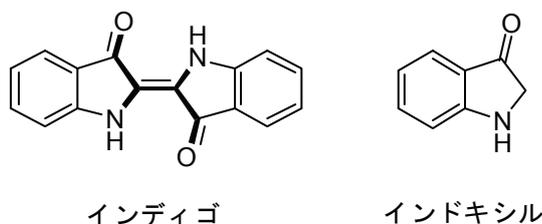
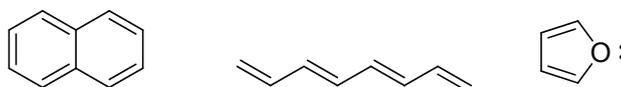
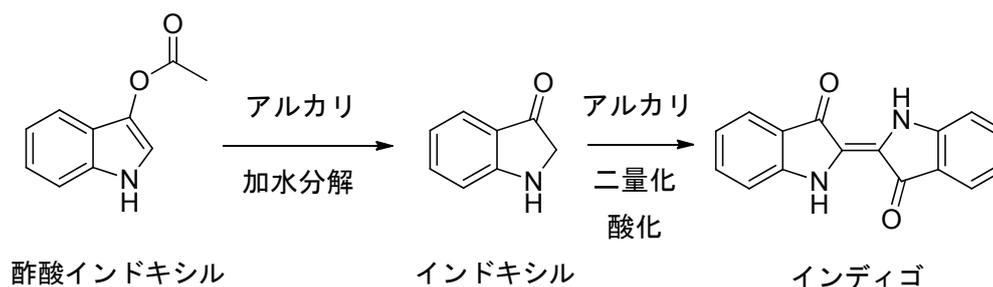
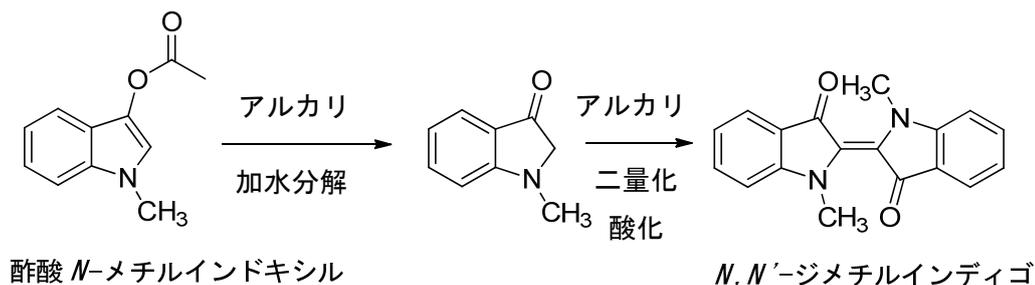

図1
図2
図3
図 7
インディゴ(図1左)はタデアイという植物から得られる藍色の染料で、ブルージーンズや浴衣などの染色に用いられており、みなさんには最も身近な色素の一つだと言えるだろう。インディゴと人類の出会いには紀元前数千年にもさかのぼり、古代インドや中国で盛んに生産されていたが、現在の染料は合成されたものが主流である。今回は工業的な製法とは異なる方法としてインドキシル(図1右)からインディゴを合成し、色素の構造と色の変化の関係や染色現象について調べてみよう。また、インディゴの類縁体(類似した化合物)の合成を試し、その反応について調べよう。
インディゴが青い色を示す性質には、図1左の太線で示した分子の中心部分の構造が大きく関係している。この構造はアルファベットのHの形に似ているため、このような色素の構造部位はH型発色団と呼ばれている。発色団とは色素が色を示す性質の基盤となる構造のことを指し、一般には、主に炭素からなる二重結合と一重結合が交互に結合した部分(共役系)を持ち、これがすべて一つの平面に乗っているのが一般的である。この発色団に、電子を供与する置換基(NH2、OHなど)や電子を求引する置換基(CN、NO2など)といった補助的な役割を果たす置換基が適切な位置で結合すると、有機色素の色を示す性質が発現する。インディゴの場合の共役系は、ベンゼン環部分やC(=O)–C=C–C(=O)の部分を目指し、NH基とC=O基がそれぞれ電子供与性と電子求引性の置換基として働いている。図2に他の共役系の例を示す。
**問1** 色素は、発色にかかわる共役系が全て平面である場合が多い。図2に示した3つの分子のうち、平面ではない構造をとりうるものを選び、その理由を述べなさい。
タデアイの中にはインディゴそのものではなく、インドキシル(図3中)に糖類が結合したものが含まれている。糖類が離れてインドキシルが生成した時、徐々に酸化されながら二量化(同じ化合物が二分子結合すること)を経てインディゴが生成する。植物からのインディゴ生成と同じ原理を応用して、2001年、実験室レベルの簡便なインディゴ合成法が報告された(田上保博ら)。これは酢酸インドキシル(図3左)をアルカリで処理してインドキシルを生成させることで、天然色素の生成と同じく自然に酸化反応が進行し、不溶性のインディゴが生成されるというものである。
酢酸 *N*-メチルインドキシルは実験 1、2 で用いた酢酸インドキシルの窒素にメチル基(-CH3)が置換された化合物であり、これは図 3 と同じくアルカリ加水分解反応を経て *N,N'*-ジメチルインドゴを生成すると考えられる(図 7)。*N,N'*-ジメチルインドゴは図 1 で説明した H 字部分を有しており、インドゴと同じく青色色素である。